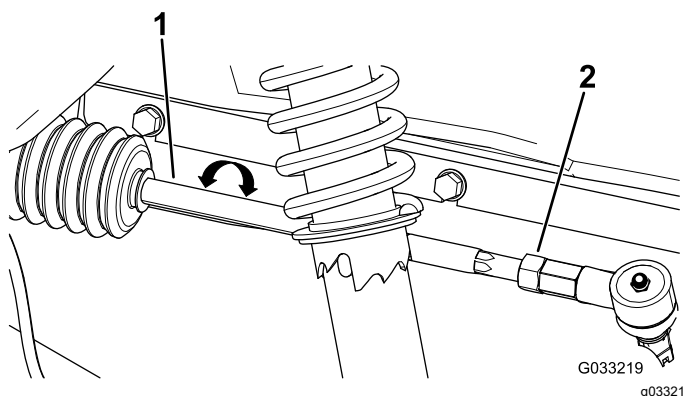

Figura 47
2. În cazul în care distanța nu se încadrează între 0 și +/- 3 mm, slăbiți contrapiuliile de la capătul exterior al tiranilor (Figura 47).